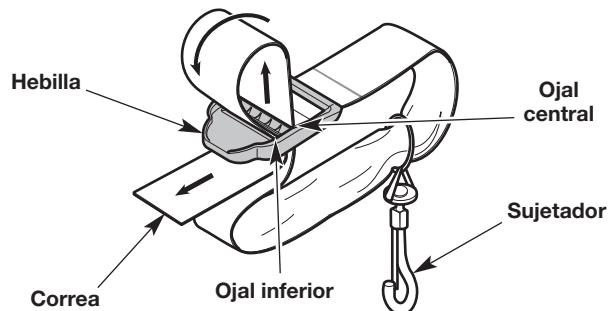

Fig. 6
- Haga pasar la correa hacia arriba por el ojal central de la hebilla (Fig. 6).
- Doble la correa sobre sí misma y hágala pasar por el ojal inferior de la hebilla (Fig. 6).